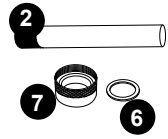

Bild 7
5. Ta bort kvartstätningens kompressionsmutter (7) genom att vrida den **moturs**, Bild 5. Använd vid behov ett par kanallåstänger, Bild 6. Du kommer att se att där är en rostfri kompressionsbricka (6), som glider över kvartsröret. Spara brickan (6) för senare användning, Bild 7. Där finns även en svart tätningssring (13), ta tag i den svarta tätningssringen; ta långsamt och försiktigt bort kvartsröret.
6. Nu är det klart för rengöring eller utbyte av kvartsröret (2). För rengöring av kvartsröret (2), följ steg 7 och 8 och fortsätt sedan från steg 9. För rengöring av kvartsröret (2), hoppa över steg 7 och 8 och fortsätt från steg 9.